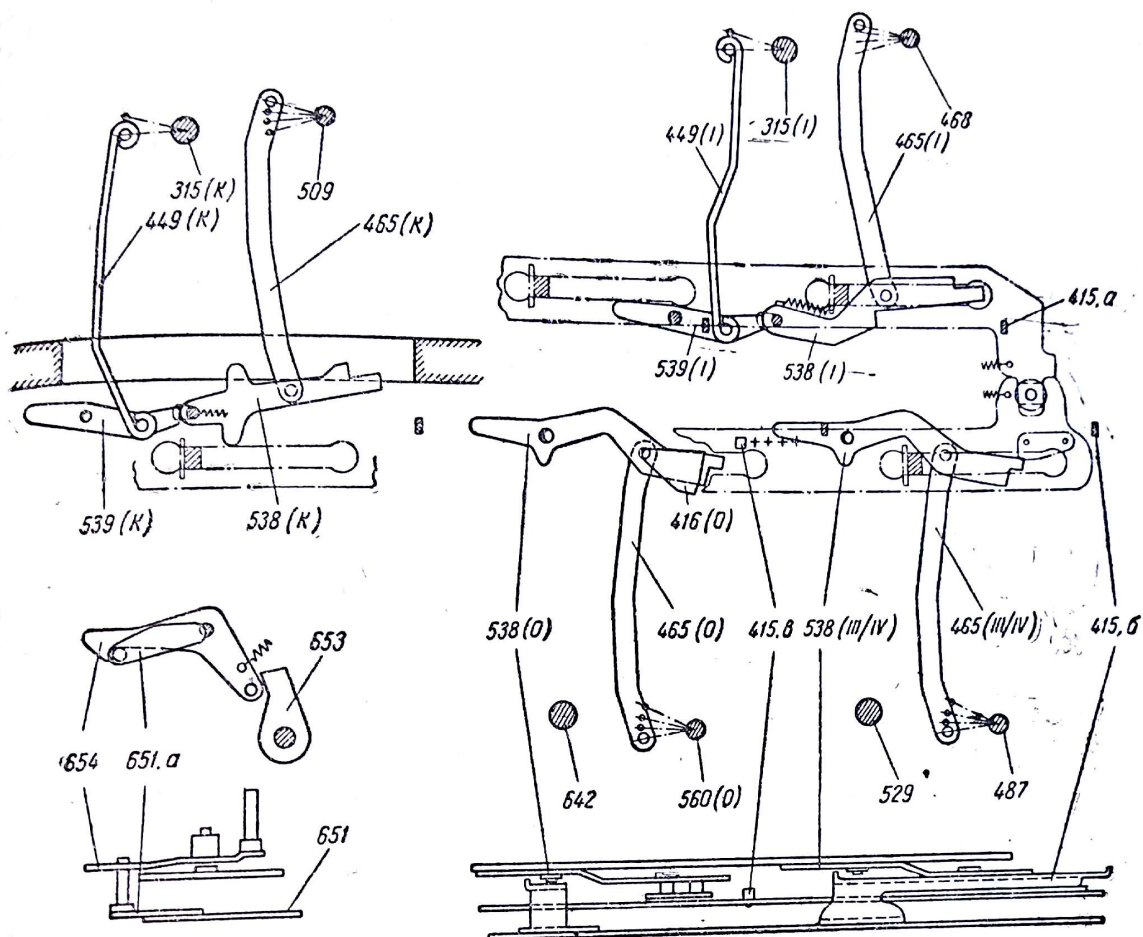

Рис. 52. Печать итоговых знаков и номера барабана.
**Печать итоговых знаков** (рис. 52). При подключении счетчиков, например сальдирующего счетчика I, для списания итога ось включения этого
**Печать номера барабана накапливающих счетчиков** (см. рис. 52). Номер барабана печатается только при включении накапливающих счетчиков клавишами. При нажатии клавиши номера барабана поворачивается левый подъемный кулачок, который через ось поворачивает (против часовой стрелки) кронштейн 653. Этот кронштейн, нажимая на штифт, поворачивает запорную собачку 654 и этим отпирает рейку номера барабана 651. Одновременно ось включения 560 (0), например для барабана № 0, через тягу 465 (0) поворачивает знаковую собачку 538 (0), которая приклепанным угольником 416 (0) становится на пути штифта рейки номера барабана.